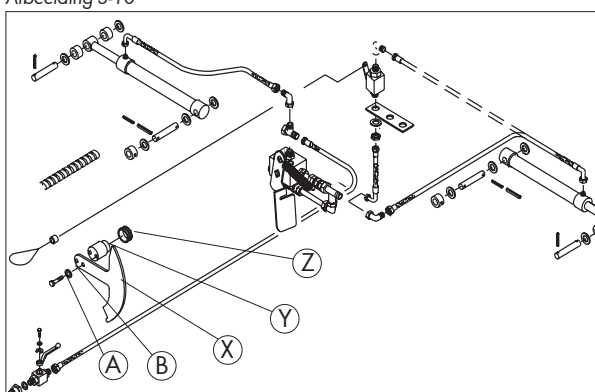

Afbeelding 3-10
Breng het stuursegment in de middelste stand aan. Het stuursegment kan in de slobgaten worden verschoven om het stuurmoment te wijzigen. Breng een smeernippel (N) aan (afbeelding 3-10). Gebruik hiervoor de inhoud van zakje V.